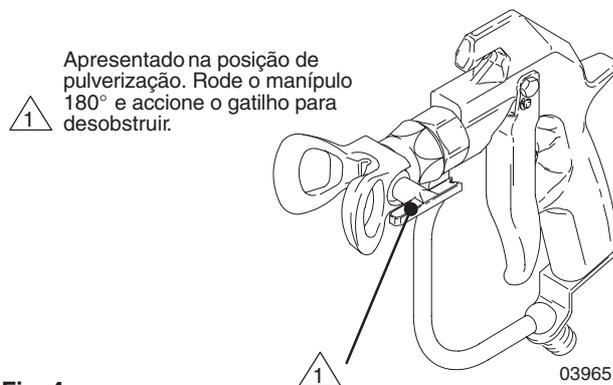

Fig. 4
2. Engate a segurança do gatilho da pistola. Rode o manípulo do bico RAC IV para trás 180°. Ver Fig. 4.
4. Engate a lingueta de segurança do gatilho da pistola. Rode o manípulo do bico até à posição de pulverização. Ver Fig. 4.